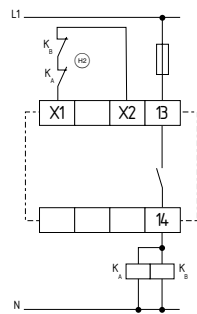

Fig. 18
**Commande à 2 canaux avec boucle de retour (Fig.18)**